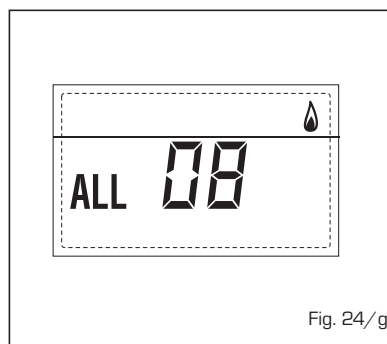

Fig. 24/g
**- ANOMALÍA CIRCULACIÓN AGUA "AL 09"** (fig. 24/h)